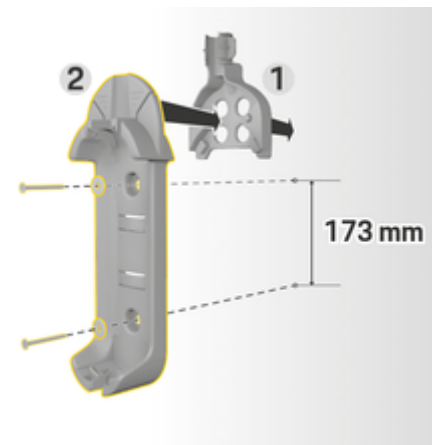

Fig. 23 Cotes de perçage
3. Enfoncez la base du support mural 2 (Fig. 23) dans le guide-câble 1 (Fig. 23) par l'avant.